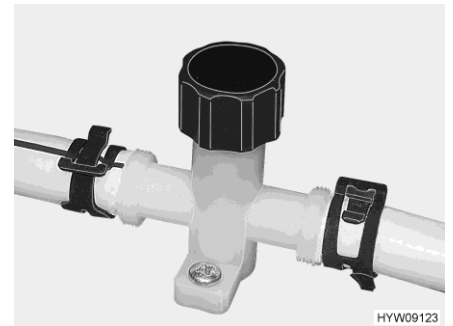

Bild 108 Avtappningskran (vattenledning)
- Stäng avtappningskranarna. Vrid avtappningskranens lock (Bild 108) medurs.